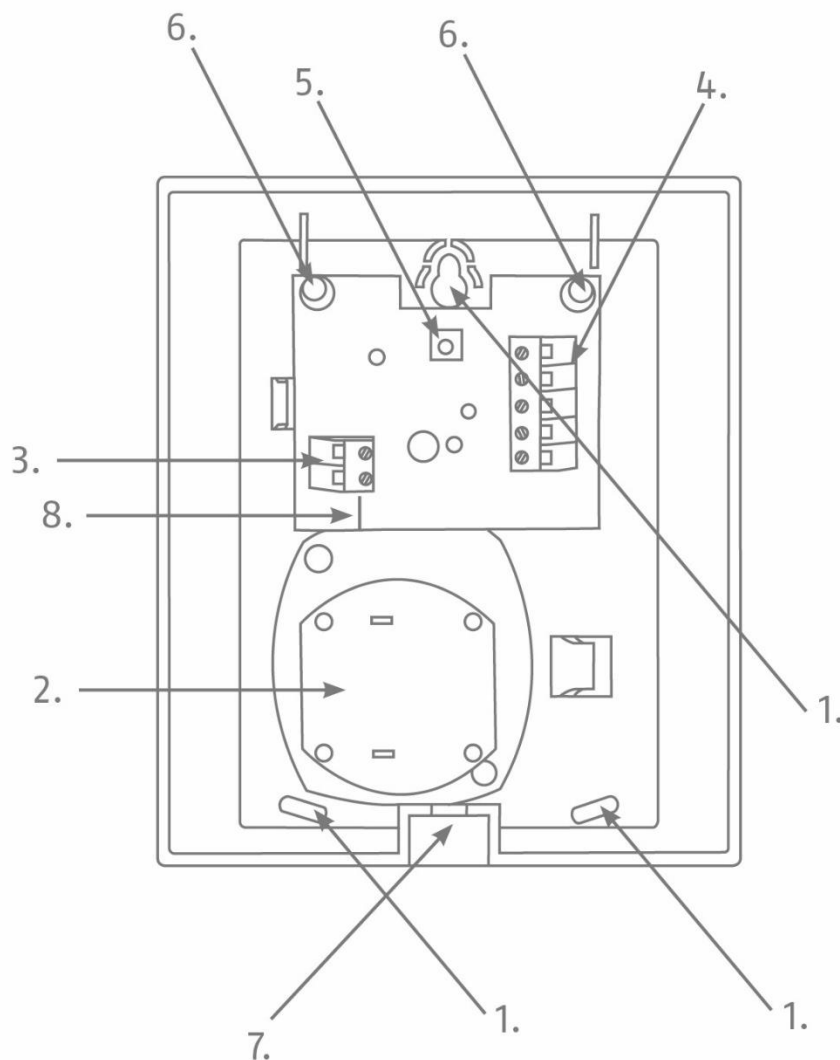

Abbildung 1: Überblick über die Sirene
- Öffnen Sie die Abdeckung der Gehäuseschraube auf der unteren Seite (siehe Abb. 1).
An der Steckbrücke „SW1“ (Abbildung 1) gibt es zwei Möglichkeiten die Steckbrücke zu setzen: